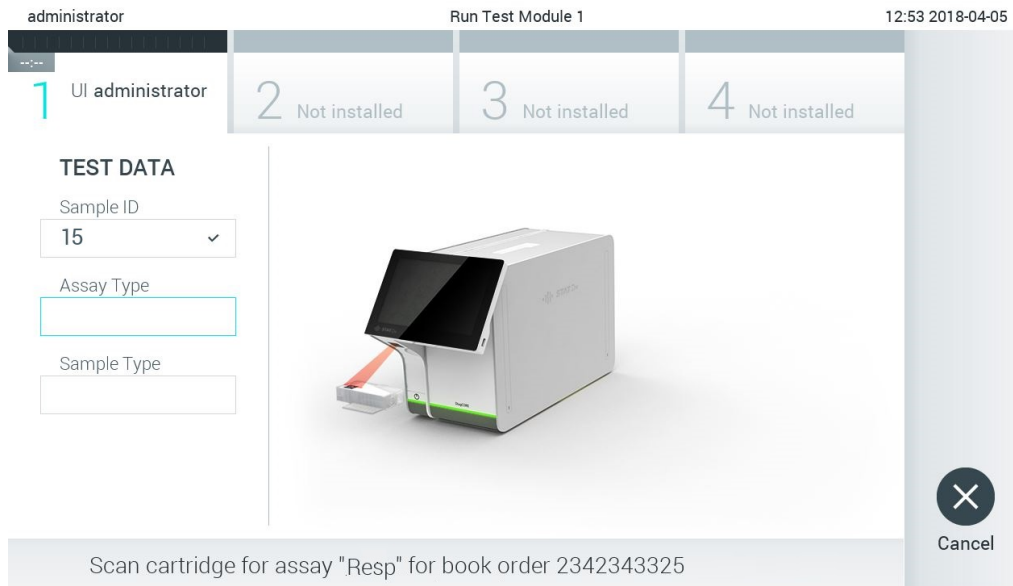

Figura 84. Scanarea codului de bare al cartușului de test QIAstat-Dx.
- Atunci când comanda testării a fost primită cu succes de la gazdă, se afișează „Scan cartridge for assay <assay_name> and book order <order_number>” („Scanare cartuș pentru testul <nume_test> și pentru comanda fermă <număr_comandă>”). Scanați codul de bare al cartușului de test QIAstat-Dx specificat (Figura 84).